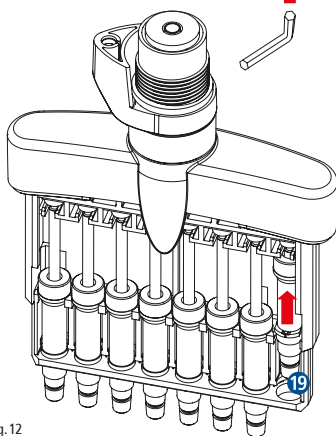
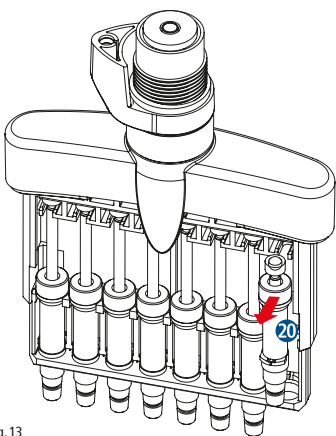

Fig. 12
Fig. 13
- Le cylindre du piston **19** est repoussé vers le haut (Fig. 12), vous pouvez alors facilement retirer l'ensemble de piston complet **20** (Fig. 13) par l'avant et nettoyer sa surface extérieure à base d'alcool. Regraissez le piston avec la graisse pour pistons STARLAB d'origine (voir section 8 Codes de commande).